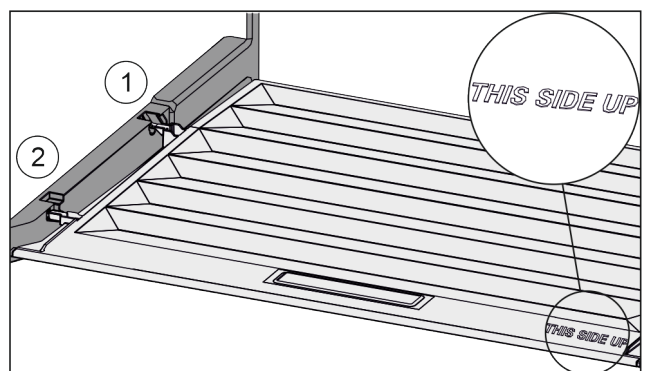

Fig. 37
- ▶ Вставить поперечные ребра крышки через отверстие заднего держателя *Fig. 37 (1)* и защелкнуть спереди в держателе *Fig. 37 (2)*.